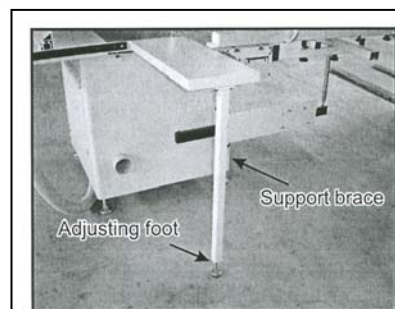

Fig. 10
8. Установите опорную скобу под левый удлинительный стол, затем отрегулируйте положение регулировочных винтов опорных упоров (*adjusting foot* - см. рис. 10) левого удлинительного стола. После этого стол параллелен пильному полотну.